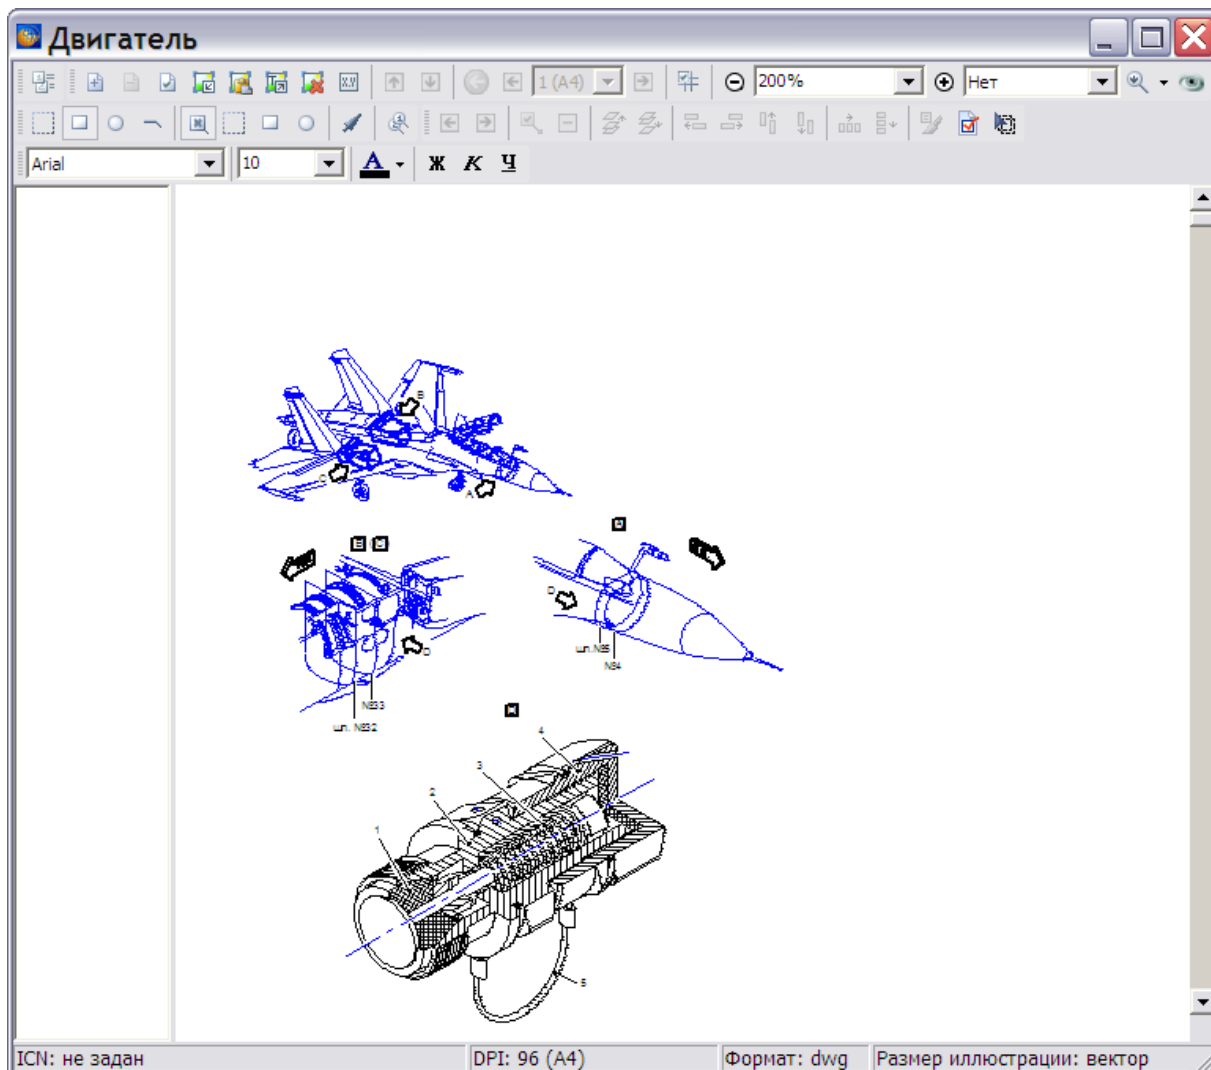

Рис. 5.122
2. Загрузите иллюстрацию соответствующего формата в окно для создания и редактирования иллюстраций (Рис. 5.122).